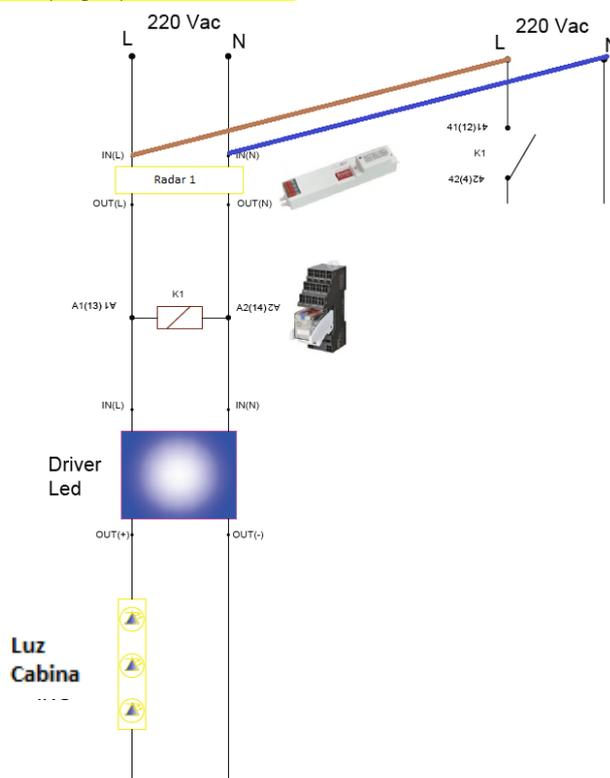

Fig. 5
V. Nous prendrons la phase (L) et il se connectera à **goupille 41 (12) du relais OMRON (Fig.5): IMPORTANT.**